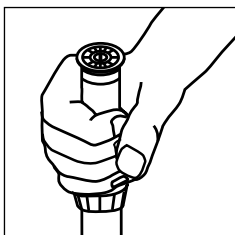

Fig. 4
2. Rode a haste de modo a alinhar o ponto do topo do bico com o lado direito da área a regar (Fig.4).